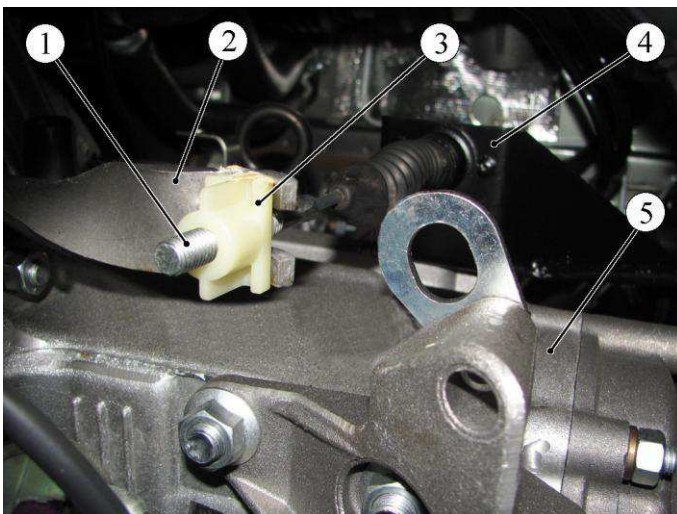

Рисунок 2-7 – Отсоединение троса привода сцепления от коробки передач:
- вывести наконечник троса 1, рисунок 2-7, привода сцепления из паза рычага 2 вилки выключения сцепления;